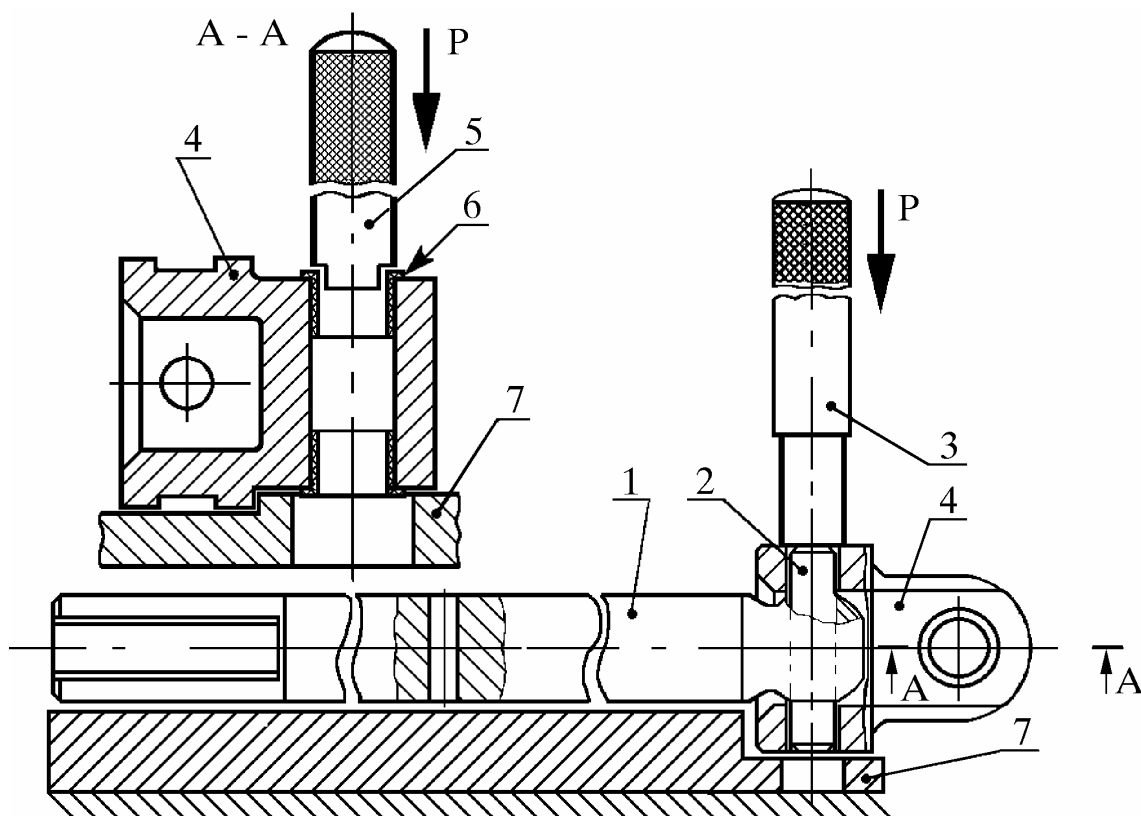

Рис. 8. Сборка вала механизма переключения с корпусом шарнира:
8.1.1. Установить вал 1 (рис. 8) механизма переключения передач в приспособление 7 на верстаке (приспособление технологическое).